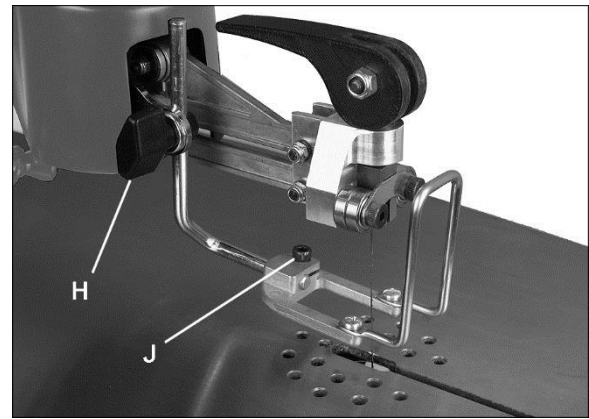

Abb. 18
Zwecks vertikaler Einstellung den Knopf (H, Abb. 18) lösen. Zwecks Vorwärts-/Rückwärts- und Winkeleinstellung die Innensechskantschraube (J) lösen.